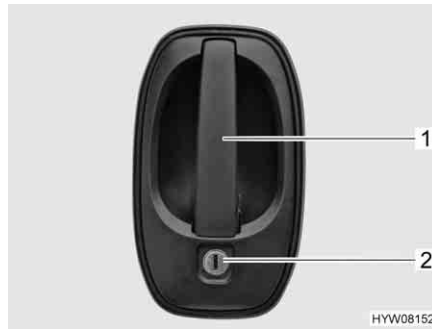

Fig. 16 Serratura della porta di ingresso, lato esterno
- Inserire la chiave nel cilindro della serratura (Fig. 16,2) e ruotare fino a quando la serratura della porta si sblocca.
- Tirare la maniglia della porta (Fig. 16,1). La porta è aperta.
- Inserire la chiave nel cilindro della serratura (Fig. 16,2) e ruotare fino a quando la serratura della porta si blocca.